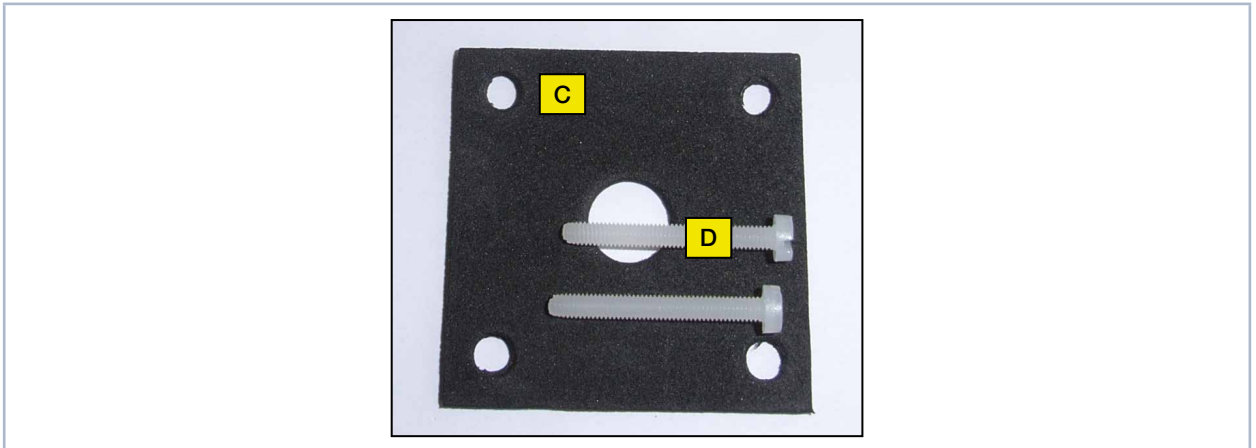

Abb. 16.5: Neuen Detektor montieren
1. Legen Sie das Moosgummiplättchen (C) auf die Befestigungsfläche des Detektors (siehe Abb. 16.5 auf Seite 67).